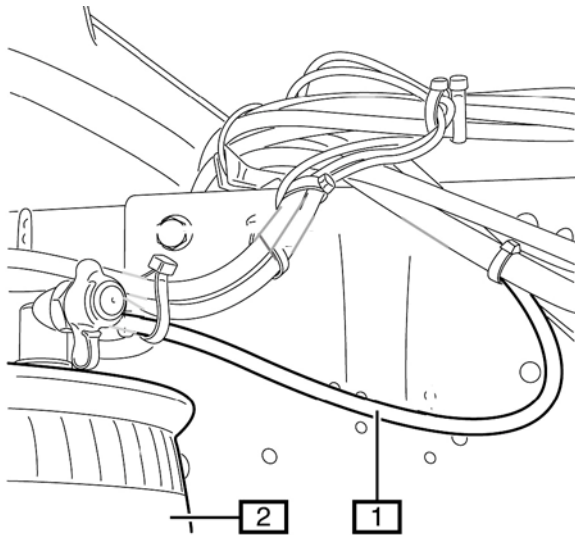

Fig. 3:
- **Fig. 3** Den Luftfederkreislauf ganz entlüften.
- Das Luftrohr (1) zum Luftfederbalg (2) im Bereich der Trennstellen reinigen.
- **Fig. 3** Completely bleed the air-spring circuit.
- Clean the pipe (1) to the air bellows (2) in the area where you will cut it.
- **Fig. 3** Purger complètement le circuit de suspension pneumatique.
- Nettoyer le tuyau d'aérage (1) vers le soufflet de suspension pneumatique (2) à hauteur de la zone de séparation.
- **Fig. 3** Purgar completamente el circuito de la amortiguación neumática.
- Limpiar el tubo de aire (1) del fuelle del resorte neumático (2) en los puntos en que se vaya a cortar.